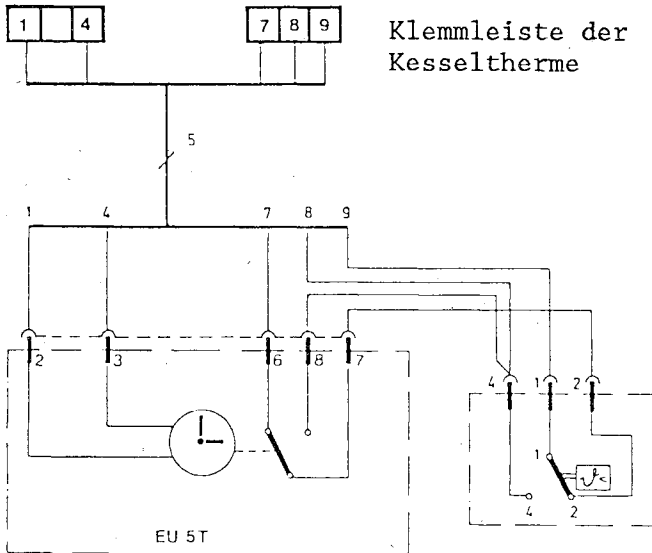

Bild 5
- Anschluß mit dem beigegeführten Kabelsatz nach Bild 5 vornehmen.